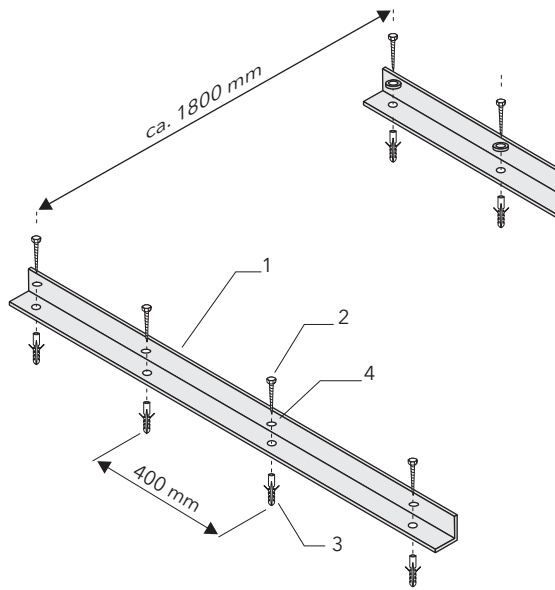
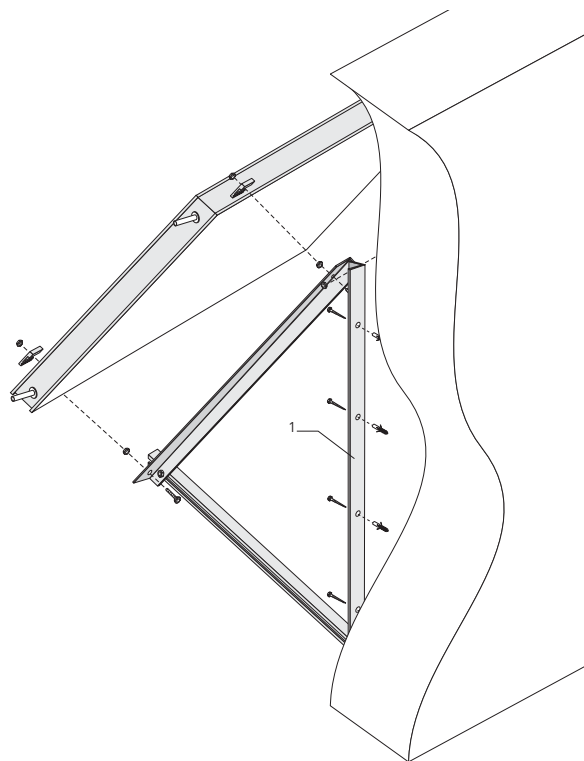

Fig. 12 Fixez les profils au sol
Fig. 17 Montage en casquette
● **Etape A: Fixation du profilé en L sur le support (Fig. 12)**
Pour la fixation du capteur on doit fixer le profilé en L (1) de façon verticale sur le mur comme montré en Fig.17. Toutes les étapes de montage suivantes sont à reprendre dans les instructions des figures 12 à 16.